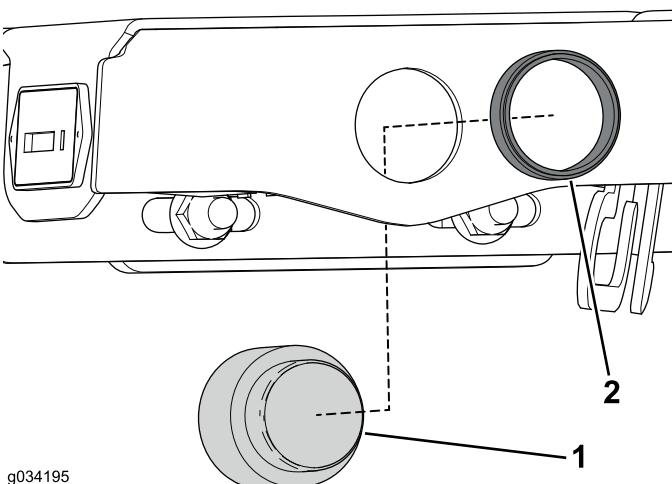

**Рисунок 26**
- Установите счетчик моточасов в паз до фиксации его держателем (Рисунок 26).